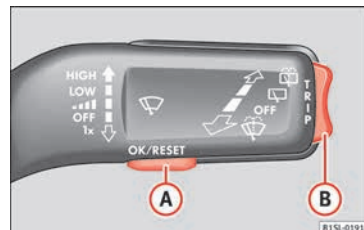

Abb. 33 Scheibenwischerhebel: Steuertasten.
- Falls eine Meldung oder das Fahrzeug-Piktogramm angezeigt wird, Taste **OK/RESET** (» **Abb. 33 A**) drücken.
- Wippe » **Abb. 33 B** oben oder unten drücken, bis der gewünschte Anzeigepunkt angezeigt wird.